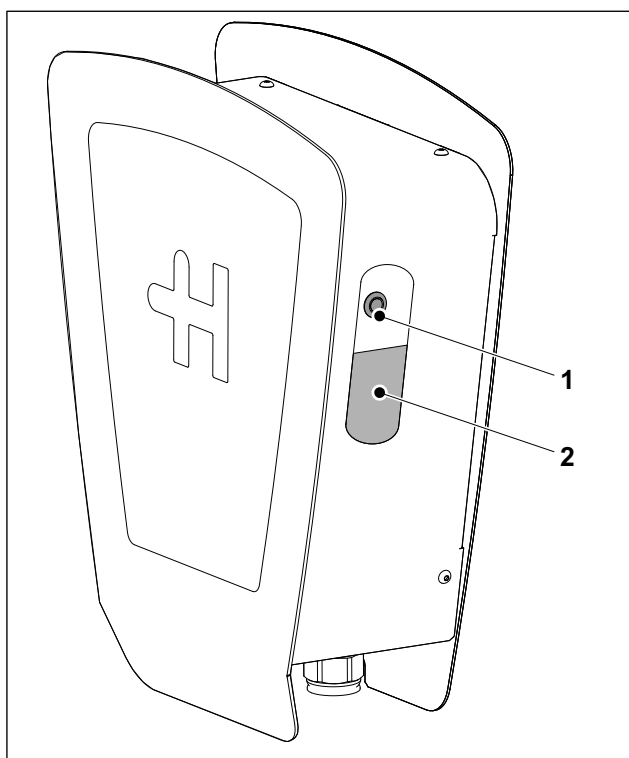

Fig. 1 Heidelberg Wallbox Home Eco
Il processo di ricarica **non** può essere interrotto con il pulsante (fig. 1/1). Per interrompere il processo di ricarica vengono offerte tre possibilità:
Se, dopo aver collegato il cavo di ricarica al veicolo o aver premuto il pulsante (fig. 1/1), la Wallbox non rea-
- Per resettare il dispositivo di sicurezza contro la corrente di guasto, premere il pulsante (fig. 1/1) e tenerlo premuto per più di 3 secondi. Il LED tremla in verde.